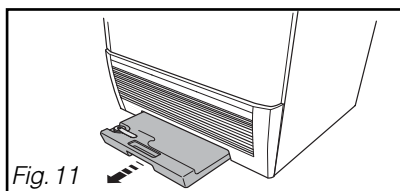

Fig. 11
- Pour le vider, dégagez-le de son logement en le tirant vers vous (Fig. 11)